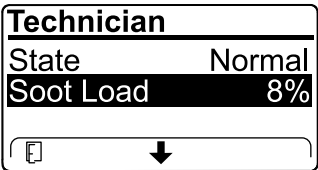

Figura 43
- Verificate il carico di fuliggine misurato come percentuale di fuliggine nel FAP (Figura 43); fate riferimento alla tabella del carico di fuliggine.